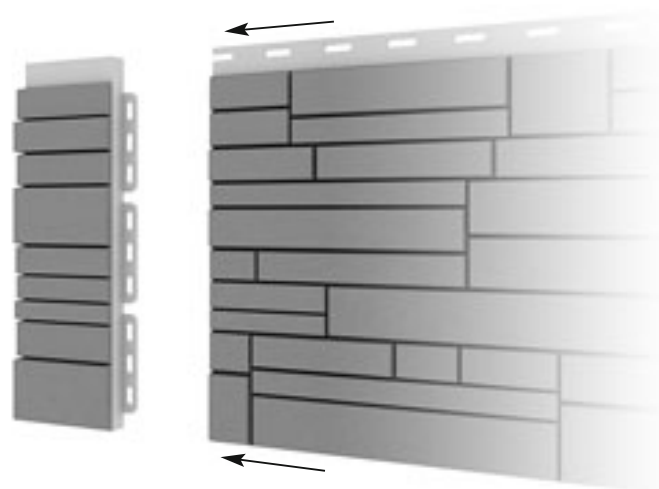

рис. 11: вариант А
3.3. Наружный угол коллекции «скалистый камень» имеет также свои отличительные особенности при монтаже. Наружный угол «скалистый камень» крепится так же на обрешетку, но в отличие от углов других коллекций, он не имеет пазов для соединения с основной панелью (рис. 9). Крепление панели и угла производится за счет стыка отпиленной стороны панели к наружному углу (рис. 11). В то время как наружные углы других коллекций представлены в виде выступающих элементов отделки, то данный угол с панелью образует одну плоскость. Это было разработано, в первую очередь, для отделки колонн, где требуется, чтобы угол плавно переходил в панель без выступов. При отделке конструкции фасадными панелями и углами коллекции «скалистый камень» очень важно точно измерить длину монтируемой панели, поскольку панель нужно подпилить ровно и заточить так, чтобы не было зазоров в месте стыка с углом. Для подрезки фасадных панелей в случае сопряжения с углом «камень скалистый» необходимо
При установке наличника как декоративной планки настоятельно рекомендуем шурупы, с помощью которых крепятся фасадные панели на обрешетку, вкручивать не до конца, а оставлять зазор в 4-5 мм между шляпкой и панелью (рис.11).